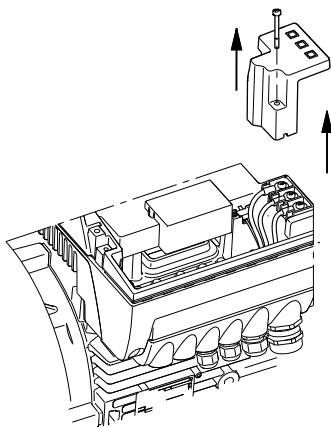

Рис. 58 Снятие крышки клемм питания
3. Снимите крышку клемм питания (поз. 284). См. рис. 58. Отверните винты клемм питания и снимите проводники питания с клемм.